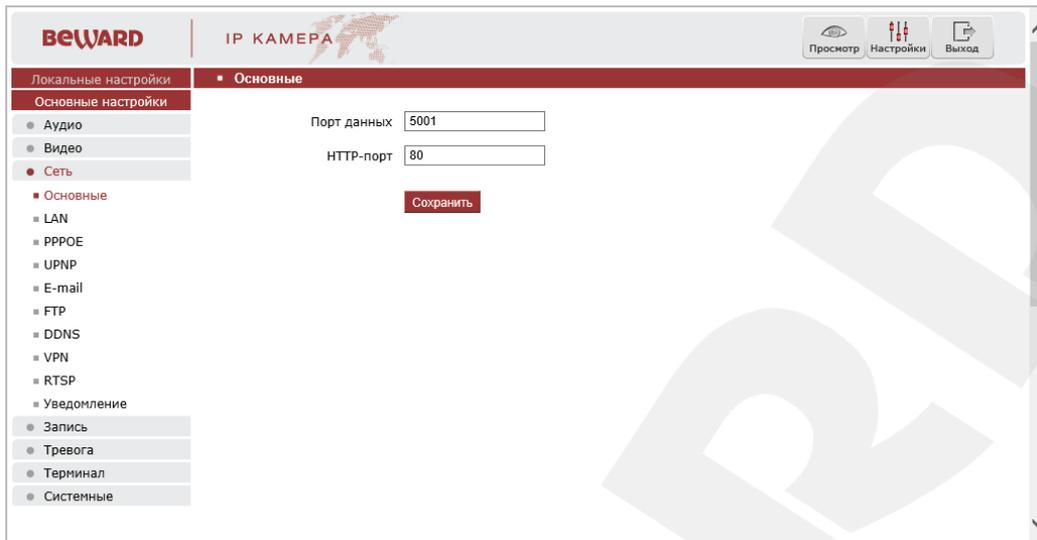

Рис. 6.4
**Шаг 2:** введите в поле **[Порт данных]** новое значение, отличное от значения по умолчанию. Например, пусть в качестве порта данных используется порт «5001» (Рис. 6.4).